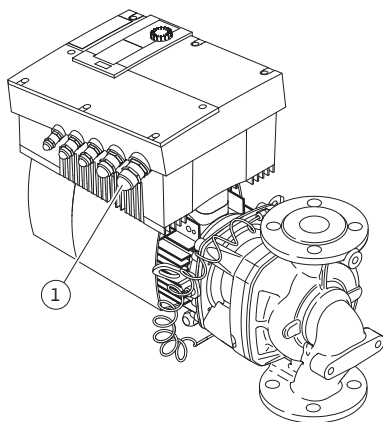

Fig. 25: Passe-câbles à vis NPT 3/4"
- Le raccordement électrique doit s'effectuer via un câble d'alimentation électrique fixe doté d'un connecteur ou d'un coupleur multipolaire avec au moins 1/8" (3 mm) d'ouverture du contact. Utilisez uniquement des conducteurs en cuivre 140/167°F (60/75°C). Le câble d'alimentation électrique doit être inséré dans le passe-câbles à vis NPT 3/4" (fig. 25, pos. 1). Il faut respecter les sections de câble d'alimentation suivantes :